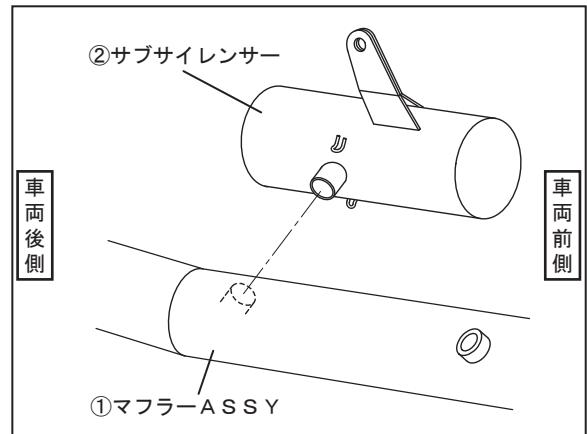

FIG. 11
9. ②サブサイレンサーを①マフラーASSYの連結管に取り付けて下さい。
次に②サブサイレンサーのステーを車両下側の純正マフラーのチャンバーを留めるブラケットに合せ、純正ボルト、純正ワッシャ、⑩フランジナットM10を使用して仮締めして下さい。（FIG. 11, 12, 13参照）